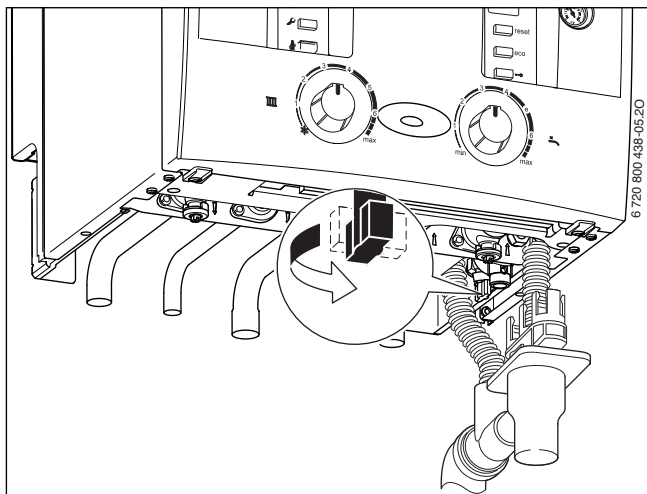

Fig. 5 Robinet de remplissage
- Ouvrir le robinet de remplissage en dessous de l'appareil (→ fig. 5) et remplir l'installation de chauffage.